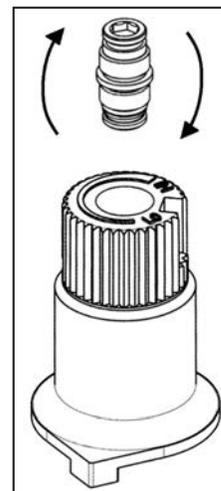

Figure 22:
e) Tournez la vis (voyez Figure 22).